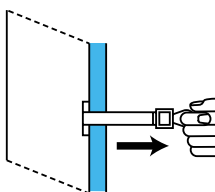

Fig. 3
- 7 Avec l'anneau de fermeture du goujon, tirez fermement l'extrémité métallique du goujon contre le fond de la cavité du bloc de béton (voir Figure 3).